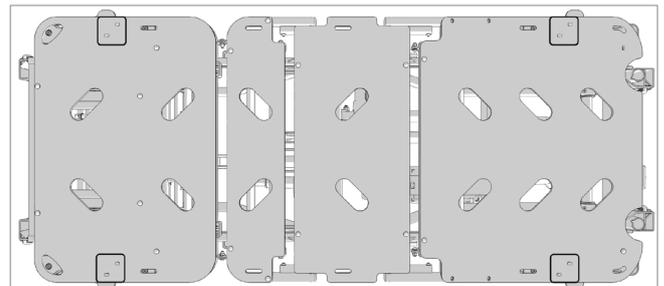

Figure 8.13
14. Les guides de matelas sont installés aux quatre endroits indiqués dans la Figure 8.13.